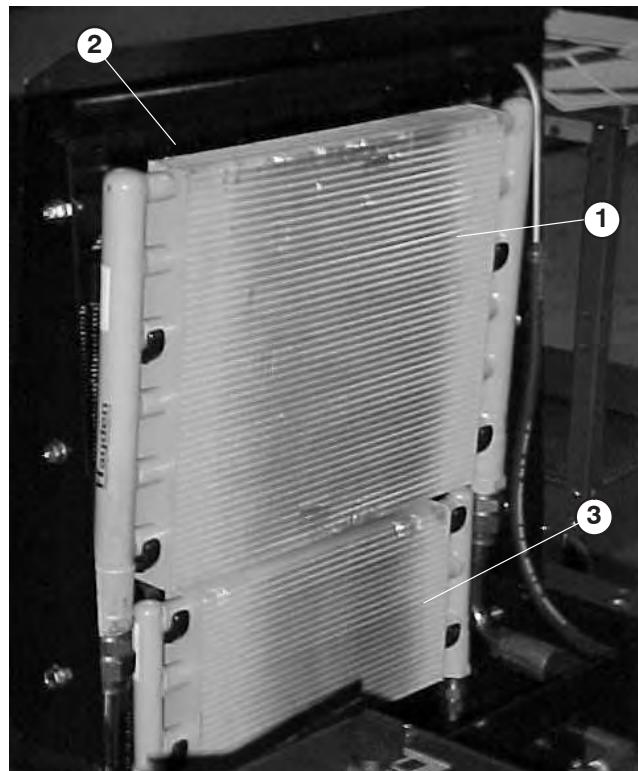

Bild 53
- Heben Sie die Ölkühler etwas an und drehen Sie sie nach vorne (Bild 53). Reinigen Sie beide Seiten des Ölküller- und des Wasserkühlerbereichs gründlich mit Druckluft. Schwenken Sie die Ölkühler in ihre ursprüngliche Position zurück.